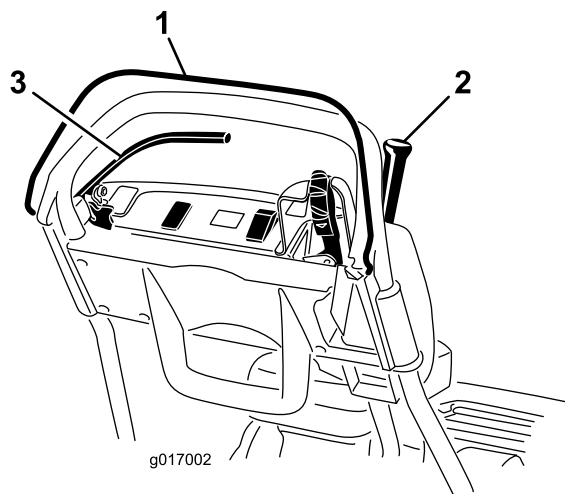

Figura 27
3. Con el CPO quitado, intente engranar la palanca de tracción (Figura 27). La palanca de tracción no debe engranarse.
4. Con el CPO apretado y la palanca de tracción engranada, suelte el CPO (Figura 27).
5. Con el CPO presionado y la palanca de cambios hacia la izquierda, engrane la tracción y el molinete, y suelte el CPO (Figura 27).
6. Con el CPO presionado y la palanca de cambios hacia la izquierda para engranar la tracción y el molinete, mueva la palanca de cambios a la derecha para desengranar la transmisión del molinete (Figura 27).
2. Con el CPO apretado, la palanca de tracción engranada y los controles del motor en la posición de arranque (Figura 27).
2. Con la palanca de tracción desengranada, el freno de servicio puesto y los controles del motor en la posición de arranque (Figura 27).
4. Con el motor en marcha, ponga el freno de servicio (no el freno de estacionamiento), apriete el CPO y engrane la palanca de tracción (Figura 27).
5. Con el motor en marcha, ponga el seguro del freno de estacionamiento, apriete el CPO y engrane la palanca de tracción (Figura 27).